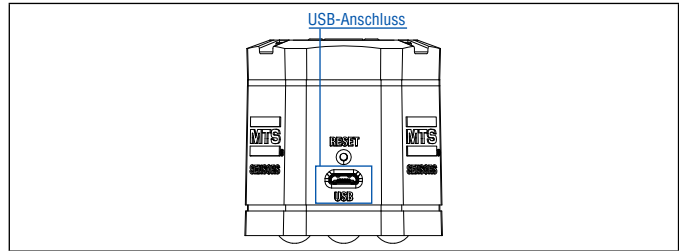

Abb. 44: USB-Buchse am TempoLink Sensorassistenten
1. Stecken Sie den Micro-USB-Stecker des USB-Kabels in den Anschluss „USB“ an den TempoLink Sensorassistenten (Abb. 44).